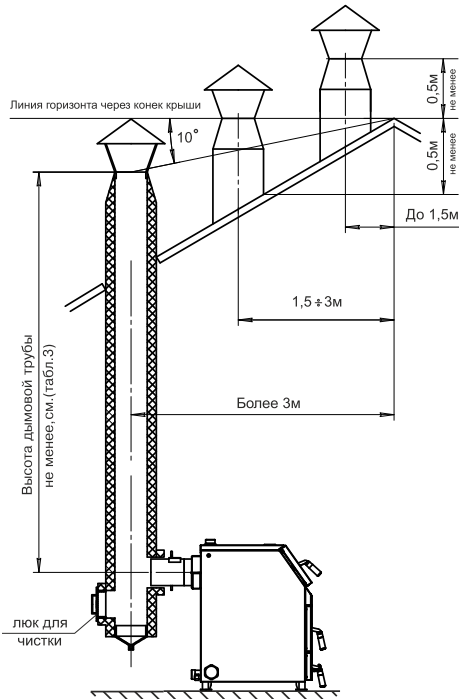

Рис.6 Варианты установки дымовой трубы
8.4.3. Добавьте очередную порцию топлива, когда разгорится первый слой основного топлива. Для работы котла в номинальном режиме (рис.6) поддерживайте слой топлива на колосниковой решетке около 150 мм. Для предотвращения выхода дыма в помещение через загрузочную дверцу при добавке основного топлива, закрывайте заслонку (поз.15) на поддувальной дверце (поз.16). После загрузки порции топлива откройте заслонку.